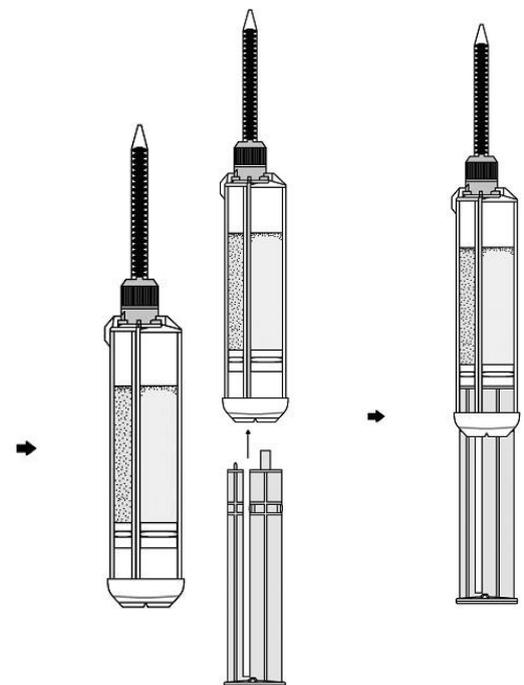

Fig. 6
6. Tenez la seringue en position verticale, puis insérez le double piston dans le dos des chambres correspondantes de la seringue jusqu'à ce que vous sentiez une résistance des pistons en silicone (fig. 6).